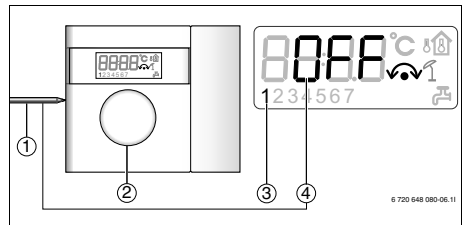

Fig. 23 Terminer le bus CAN LCD
**AVIS** : La sonde d'ambiance est normalement placée à l'extrémité du bus CAN et doit par conséquent être terminée. Le réglage de la terminaison doit être effectué comme indiqué sur la Figure 23.